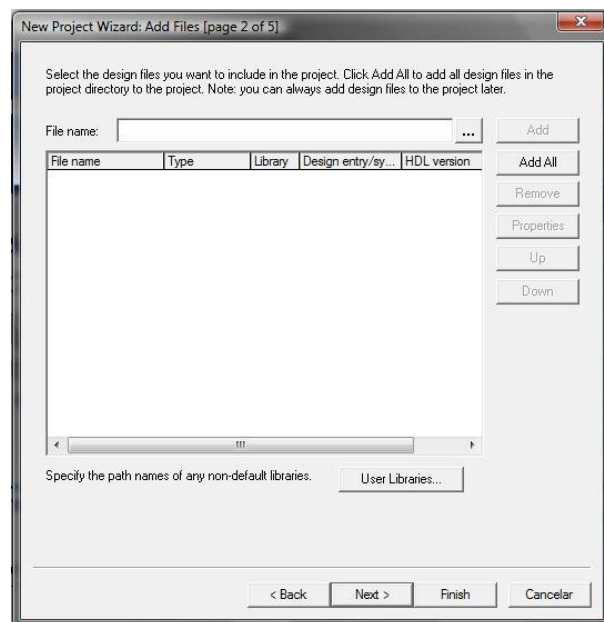

Figura 2
2. En el siguiente recuadro nos consulta si vamos a agregar algún archivo de diseño a nuestro proyecto, en este caso no vamos a agregar ninguno así que solo presionamos *Next*. Ver Figura 2.